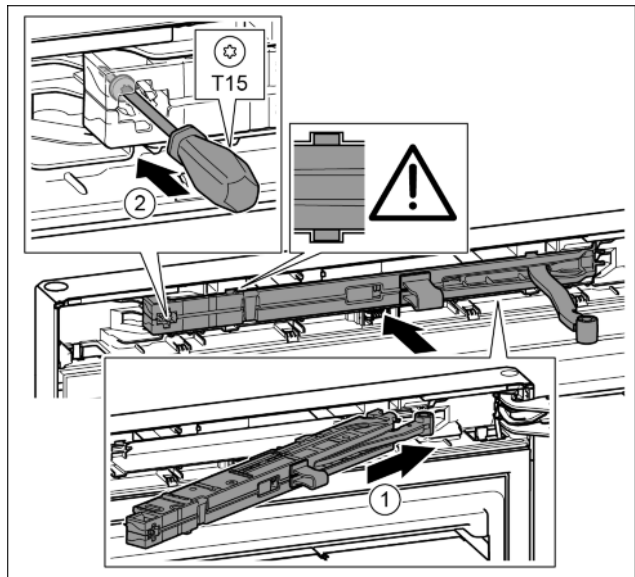

Fig. 40
- ▶ Introduire à fond l'amortisseur de fermeture du côté du support de palier dans la rainure en l'inclinant. Fig. 40 (1)
- ▶ Serrer la vis avec un tournevis T15. Fig. 40 (2)